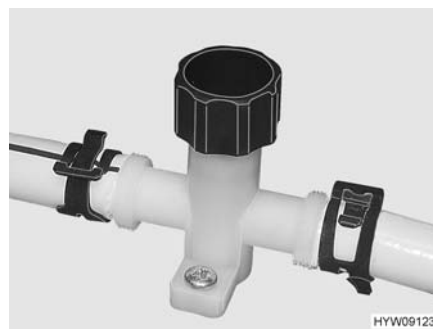
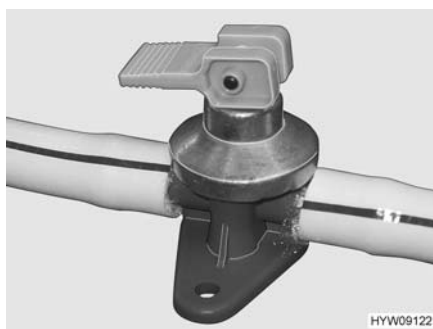

Fig. 154 Rubinetto di scarico (tubatura dell'acqua)
Fig. 155 Rubinetto di scarico (boiler Alde)
- Chiudere i rubinetti di scarico (Fig. 155 e Fig. 154). Chiudere i coperchi in senso orario oppure posizionare la leva a bilanciere in posizione orizzontale. L'ubicazione delle valvole di sicurezza/di scarico e dei rubinetti di scarico è riportata al paragrafo 10.6, alla fine di questo capitolo.